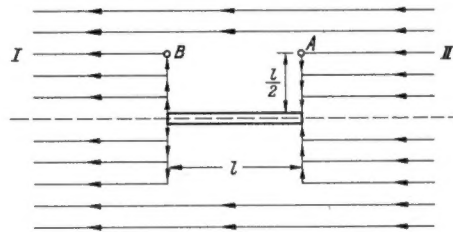

Bild 1. Idealisierter Kraftlinienverlauf in der Nähe eines Ferritstabes
4. Der Eisenstab soll nach Bild 1 in Richtung der Kraftlinien liegen.
Stellt man dann zur Regel auf, daß nur jene Kraftlinien in den Eisenstab eintreten können, deren Weg dadurch gegenüber dem ursprünglichen Verlauf verkürzt oder höchsten gleich lang erscheint, so erhalten wir eine Feldverteilung nach Bild 1.